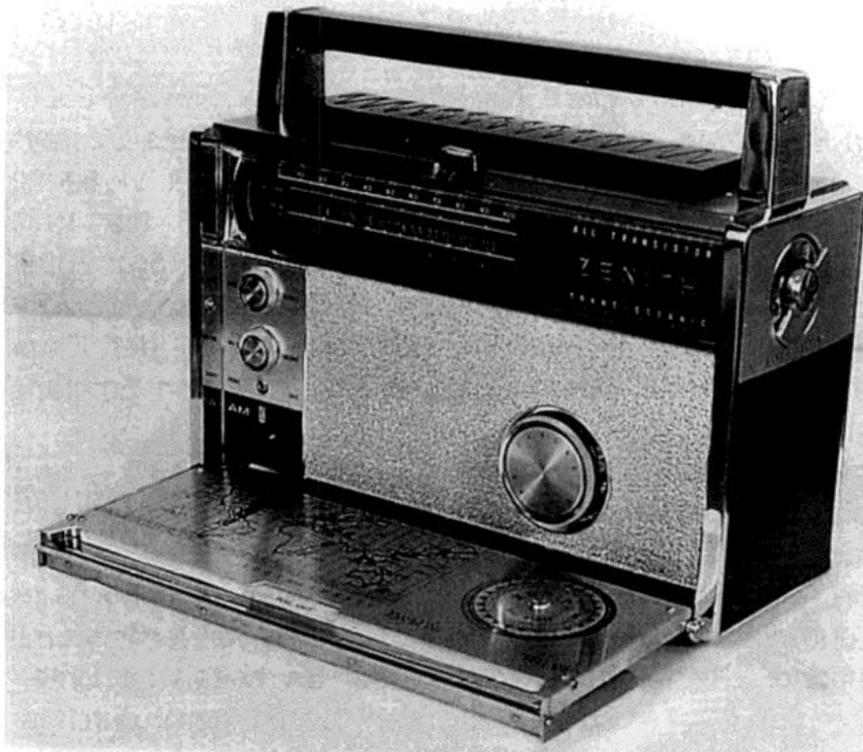

Bild 8: Royal 3000
Der Nachfolger, der „Royal 3000“ (Bild 8), hatte als erster Trans-Oceanic einen UKW-Bereich (FM). Er verkaufte sich in den Jahren 1963 bis 1971 83.000 mal. 1969 kam der „Royal 7000“ auf den Markt. Mit BFO, sowie Möglichkeit der Handeinstellung der Empfänger-Empfindlichkeit für den Empfang von CW und SSB.
Bild 8: Koffer-Empfänger „Kamerad“ REB651. Baujahr 1951/52. Schaltung: 6-Kreis-Super für Netz und Batteriebetrieb (9V-Heizbatterie und 110V Anodenbatterie). Wellenbereiche: Lang, Mittel, 2xKurz. Röhren: DK91, DAF91, DF91, DL92. Besonderheiten: Eingebaute Rahmenantenne, Holzgehäuse mit echtem Leder bezogen. Preis: 310,60 DM